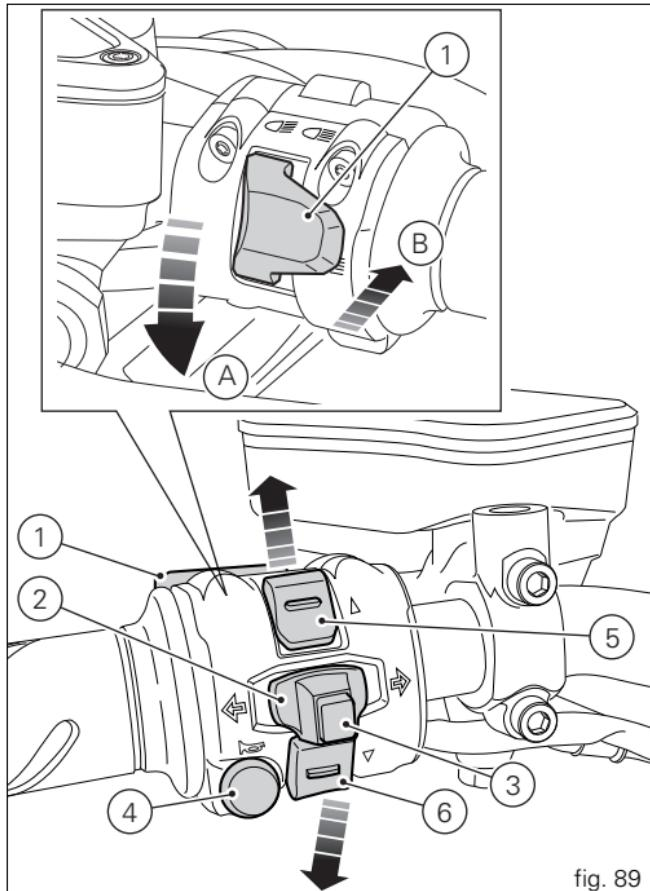

fig. 89
## Conmutador izquierdo (fig. 89)
- 1) Conmutador, mando selección luces, de dos posiciones (fig. 89):
- (A) cada vez que se presiona hacia abajo se conmuta de luz de cruce encendida a luz de cruce y luz de carretera encendidas
- (B) presionando lateralmente = ráfaga luz de carretera (FLASH), función "Start-Stop lap".
- 2) Pulsador = indicador de dirección de tres posiciones (fig. 89):